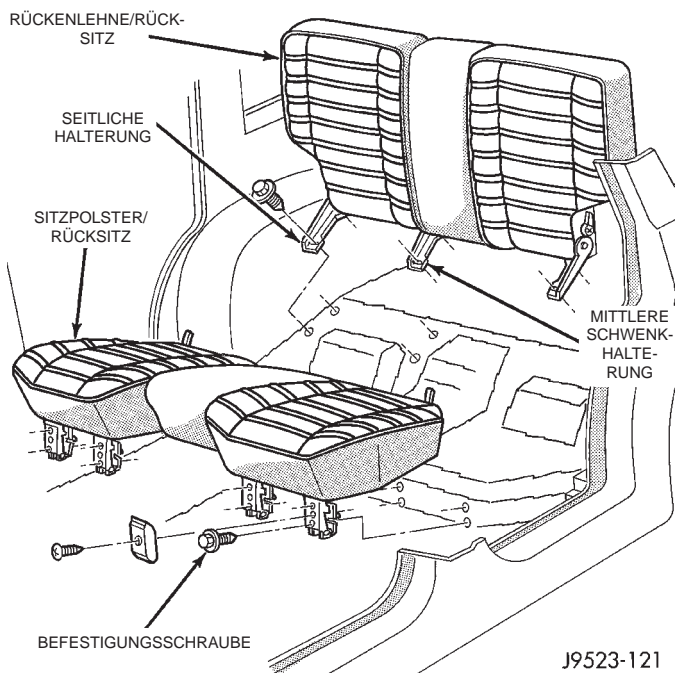

Abb. 51 Rückstiftbefestigung
- (1) Unteres Sitzpolster abbauen. Näheres hierzu siehe "Ausbau".
- (2) Befestigungsschrauben lösen, mit denen die seitlichen Halterungen der Rückenlehne (linke Seite) befestigt sind (Abb. 51).
- (3) Rückenlehne nach vorn klappen und nach außen schieben, um sie aus dem Haltestift der mittleren Schwenkhalterung zu lösen.
- (4) Linke Rückenlehne (60%) aus dem Fahrzeug nehmen.
- (5) Befestigungsschrauben lösen, mit denen die seitlichen Halterungen der Rückenlehne (rechte Seite) befestigt sind (Abb. 51).
- (6) Linke Rückenlehne (40%) aus dem Fahrzeug nehmen.